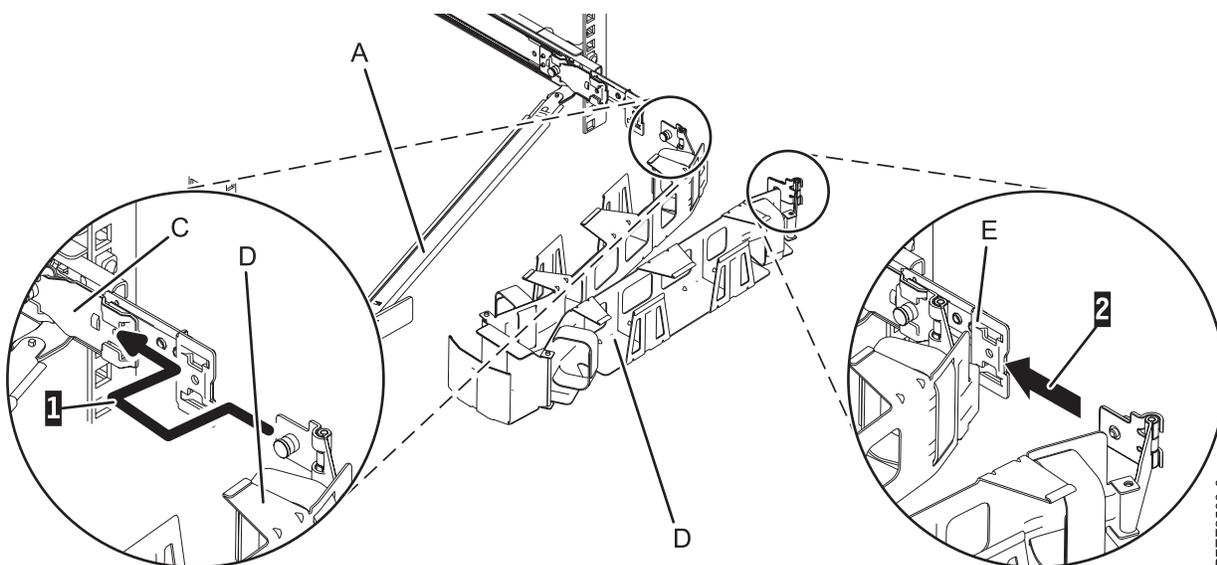

Figura 17. Conexión del brazo portacables
- Coloque el brazo portacables (D) en el brazo de soporte (A). Deslice la primera pestaña del brazo portacables en la ranura de la abrazadera de montaje (C) (1). Empuje la pestaña hasta que el pestillo accionado por resorte quede encajado en su sitio. Deslice la otra pestaña del brazo portacables en la abrazadera de extensión (E) de la parte exterior del riel derecho (2). Empuje la pestaña hasta que el pestillo accionado por resorte quede encajado en su sitio, tal como se muestra en la Figura 17.